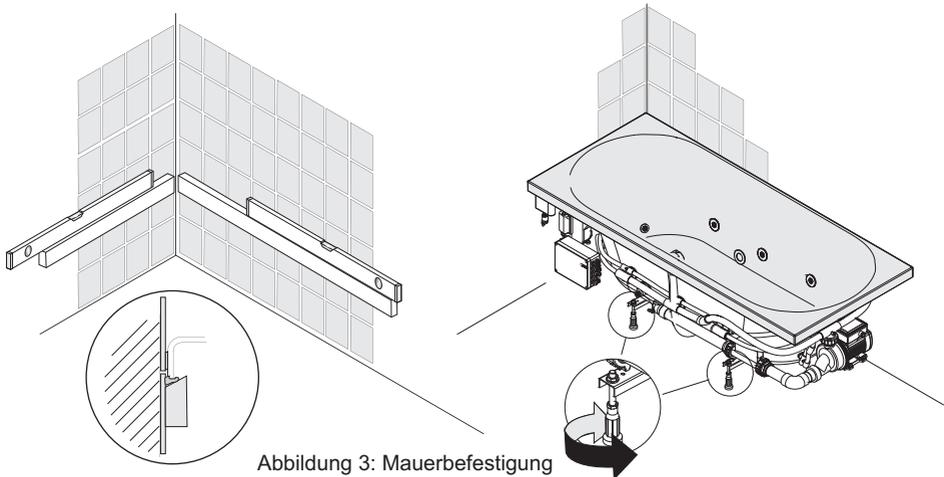

Abbildung 3: Mauerbefestigung
- Die Wanne kann mithilfe einer Holzlatte an der Mauer befestigt werden (siehe Abbildung 3: Mauerbefestigung) oder (alternativ) mithilfe der zum Lieferumfang gehörenden Bandschellen, die auf der nächsten Seite gezeigt werden. Dieses Montageverfahren ist für die Montage der Wanne an den Kacheln (von RIHO empfohlen) geeignet oder wenn der Kachelrand an den Wannenrand anschließt. (Die Montage an den Kacheln hat den Vorteil, dass defekte Teile, die über die Inspektionsluken nicht oder nur schlecht erreichbar sind, durch Herausnehmen der Wanne doch noch zugänglich werden.) Schließen Sie die Wanne an die Abflussleitung an. Stellen Sie die Wanne waagrecht auf.